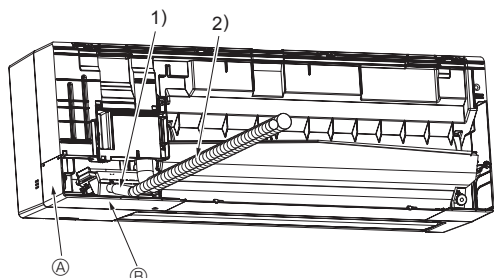

Fig. 3-8
3.3.2. Tuyauterie arrière, droite et inférieure (pour modèle WL10/15/20/25) (Fig. 3-8)